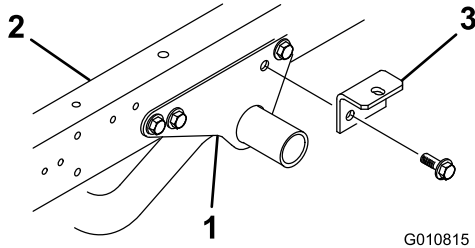

Figura 4
1. Retire los 2 pernos con arandela prensada y contratuercas con arandela prensada que sujetan la parte trasera de cada soporte de montaje del motor a cada lado del bastidor del vehículo (Figura 4).
2. Sujete provisionalmente un soporte de accesorio a cada soporte de montaje del motor y al bastidor del vehículo con los 2 pernos con arandela prensada y las contratuercas con arandela prensada que retiró anteriormente (Figura 4).